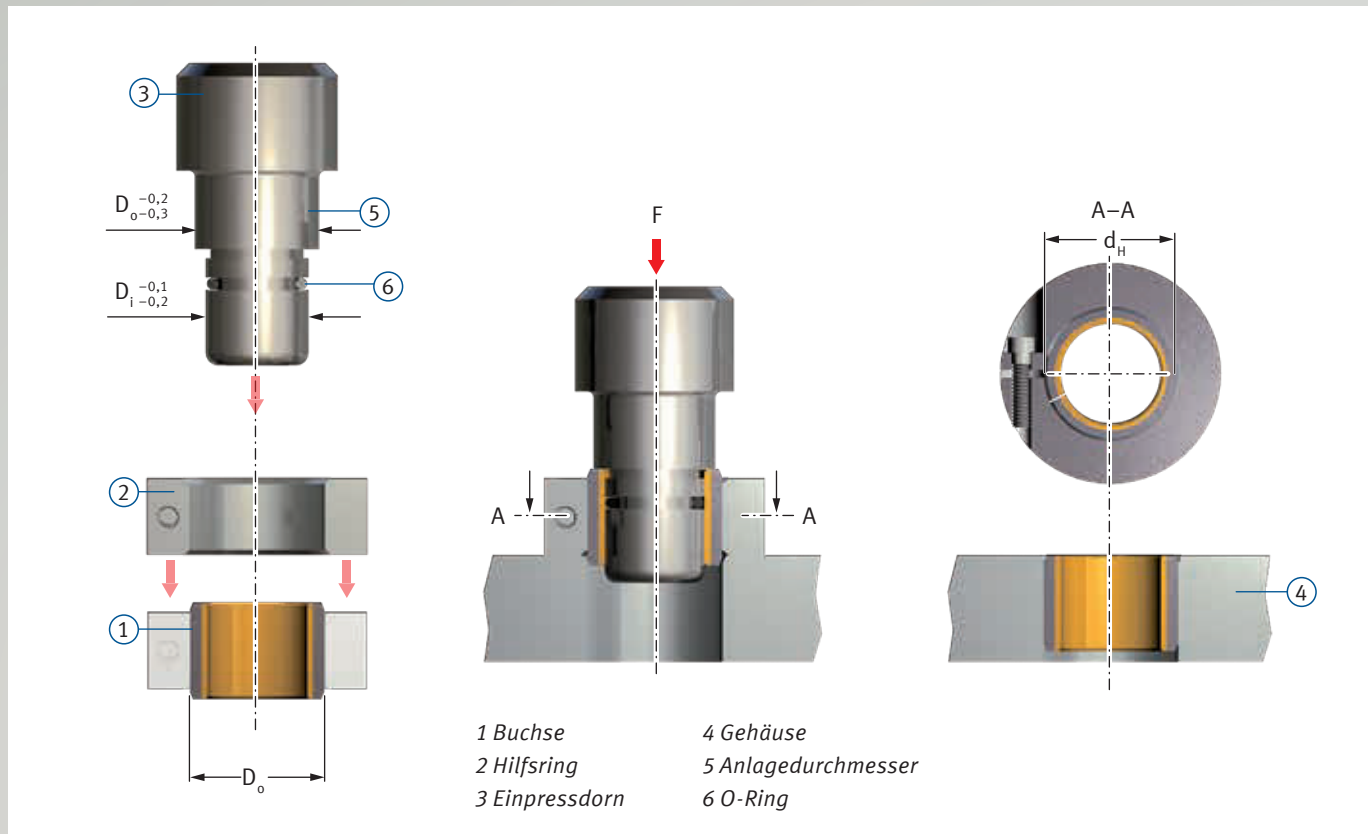

Abb. 53: Einpressen von Buchsen,  $D_0 \geq 55$  mm, mit Hilfsring
- Einpressen mit Dorn und mit Hilfsring gemäß Abb. 53.
Abb. 53 zeigt das Kalibrieren mittels eines Dorns.